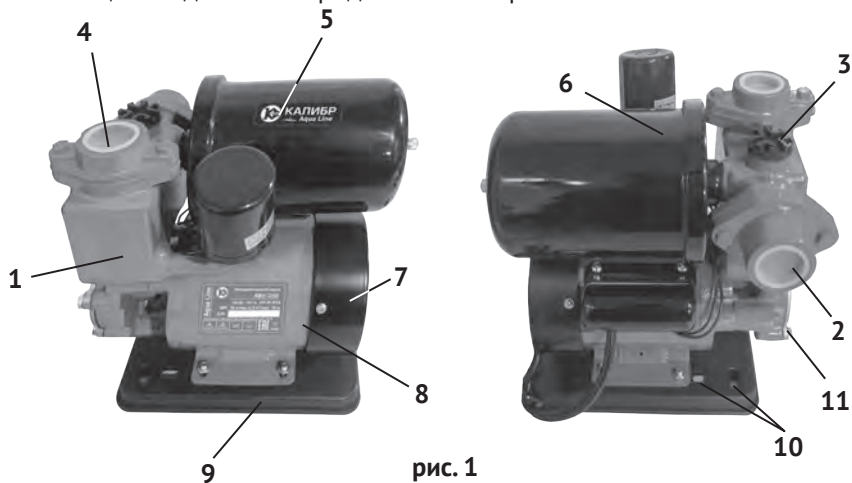

рис. 1
Привод насоса осуществляется однофазным асинхронным двигателем переменного тока (рис.1 поз.8). На якорь двигателя крепится металлическая крыльчатка. Вращающееся с высокой скоростью рабочее колесо (крыльчатка) повышает давление воды в гидроаккумуляторе, реле давления (рис.1 поз.6) отключает насос при достижении заданного давления. Таким образом в гидроаккумуляторе создаётся давление, необходимое для подъёма воды на нужную высоту. При расходе воды, давление в гидроаккумуляторе понижается. При достижении определённого давления, реле давления включает двигатель насоса. Для защиты двигателя от перегрева, в обмотку статора встроено тепловое реле. Реле отключает двигатель при перегреве, оберегая обмотку статора. После срабатывания теплового реле требуется некоторое время для остывания двигателя насоса, после чего он автоматически включится в работу.
## 2.4 Общий вид насоса представлен на рис.1
2.5 Двигатель (рис.1 поз.8) в металлическом корпусе и насосная часть в чугунном корпусе (рис.1 поз.1) скреплены в единый агрегат. Сверху, над корпусом двигателя, расположен гидроаккумулятор (рис.1 поз.5) с реле давления (рис.1 поз.6). Насос приводится в действие асинхронным двигателем переменного тока. Подключение насоса к сети осуществляется кабелем питания со штепсельной вилкой с заземляющим контактом. Насосная часть имеет два отверстия ( $\varnothing$  внутр. = G1) для присоединения входной (рис.1 поз.2) и выходной (рис.1 поз.4) трубы (шланга).
Сверху расположена заливная горловина с пробкой (рис.1 поз.3).
Установить насос на ровной твёрдой поверхности. Для уменьшения вибрации рекомендуется закрепить основание (рис.1 поз.9), используя монтажных отверстия (рис.1 поз.10). Насос лучше всего расположить как можно ближе к источнику (скважине, колодцу) подачи воды.
Труба (шланг) всасывающей магистрали присоединяется к входному резьбовому (G1) отверстию (рис.1 поз.2). При монтаже её горизонтального участка необходимо обеспечить непрерывный угол подъёма от источника водозабора до насоса (не менее  $1^\circ$  к горизонту). Обратные углы не допускаются (во избежание образования воздушных пробок) (рис.3).
- вкрутить (сняв заглушки) во входное (рис.1 поз.2) и выходное (рис.1 поз.4) отверстия штуцера для присоединения шлангов всасывающей и напорной линий;
- аналогично установить на выходное отверстие (рис.1 поз.4) штуцер и шланг отводящий воду и закрепить его хомутом.
- открыть пробку заливной горловины (рис.1 поз.3);
6.2 Ежемесячно проверяйте давление воздуха в гидроаккумуляторе (автомобильным манометром через ниппель). Для этого отключите насос и слейте воду из напорной магистрали, используя отверстие (рис.1 поз.11).